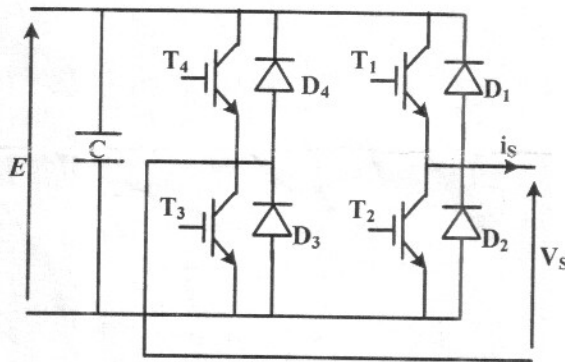
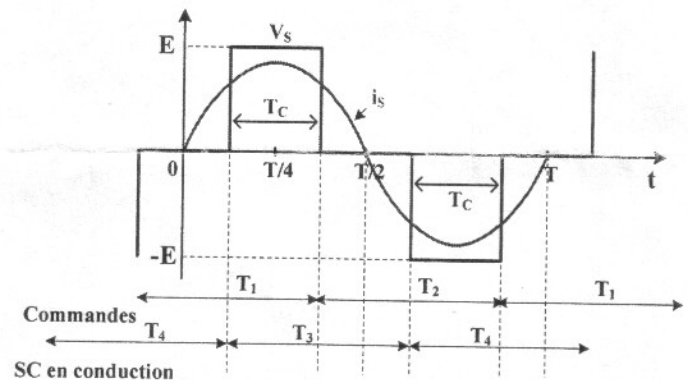

Figure 1 : l'onduleur
Figure 2 : Forme d'onde en sortie de l'onduleur
Une alimentation sans interruption off-line est composée d'un onduleur pour assurer la conversion DC-AC en aval d'un convertisseur DC-DC. Le schéma est représenté ci-dessous sur la figure 1. L'onduleur de tension monophasé, en pont, est alimenté par $E = 325$ V ; il fonctionne en ondes pleines et produit la forme d'ondes à 50 Hz représentée sur la figure 2.
- 5- Pour chacune des 6 phases, indiquer sur la figure 2 quels semiconducteurs (SC) conduisent effectivement.